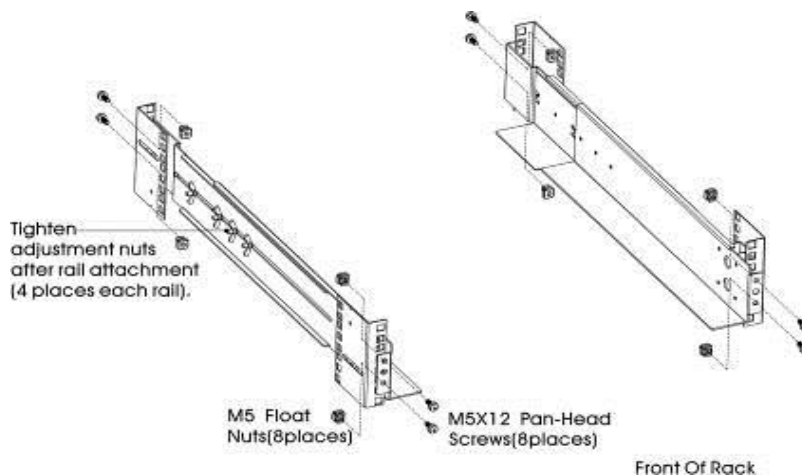

Рисунок 2. Крепление направляющих
- b) Выберите соответствующий размер стойки для установки в ИБП (см. Рис. 2). Направляющая занимает четыре позиции спереди и сзади стойки.